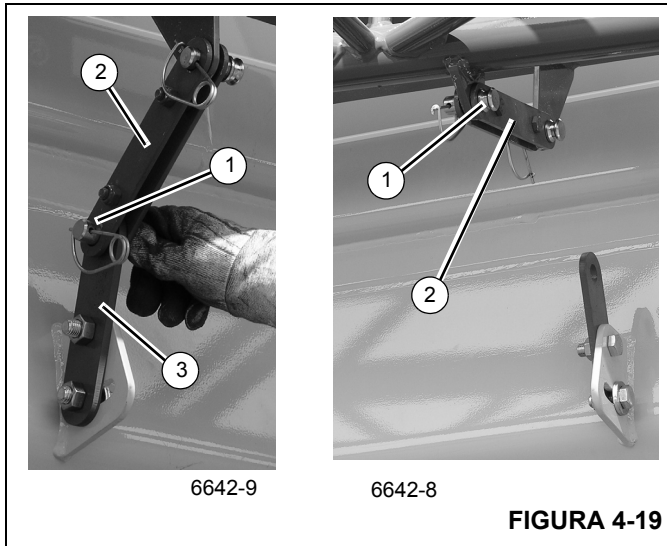
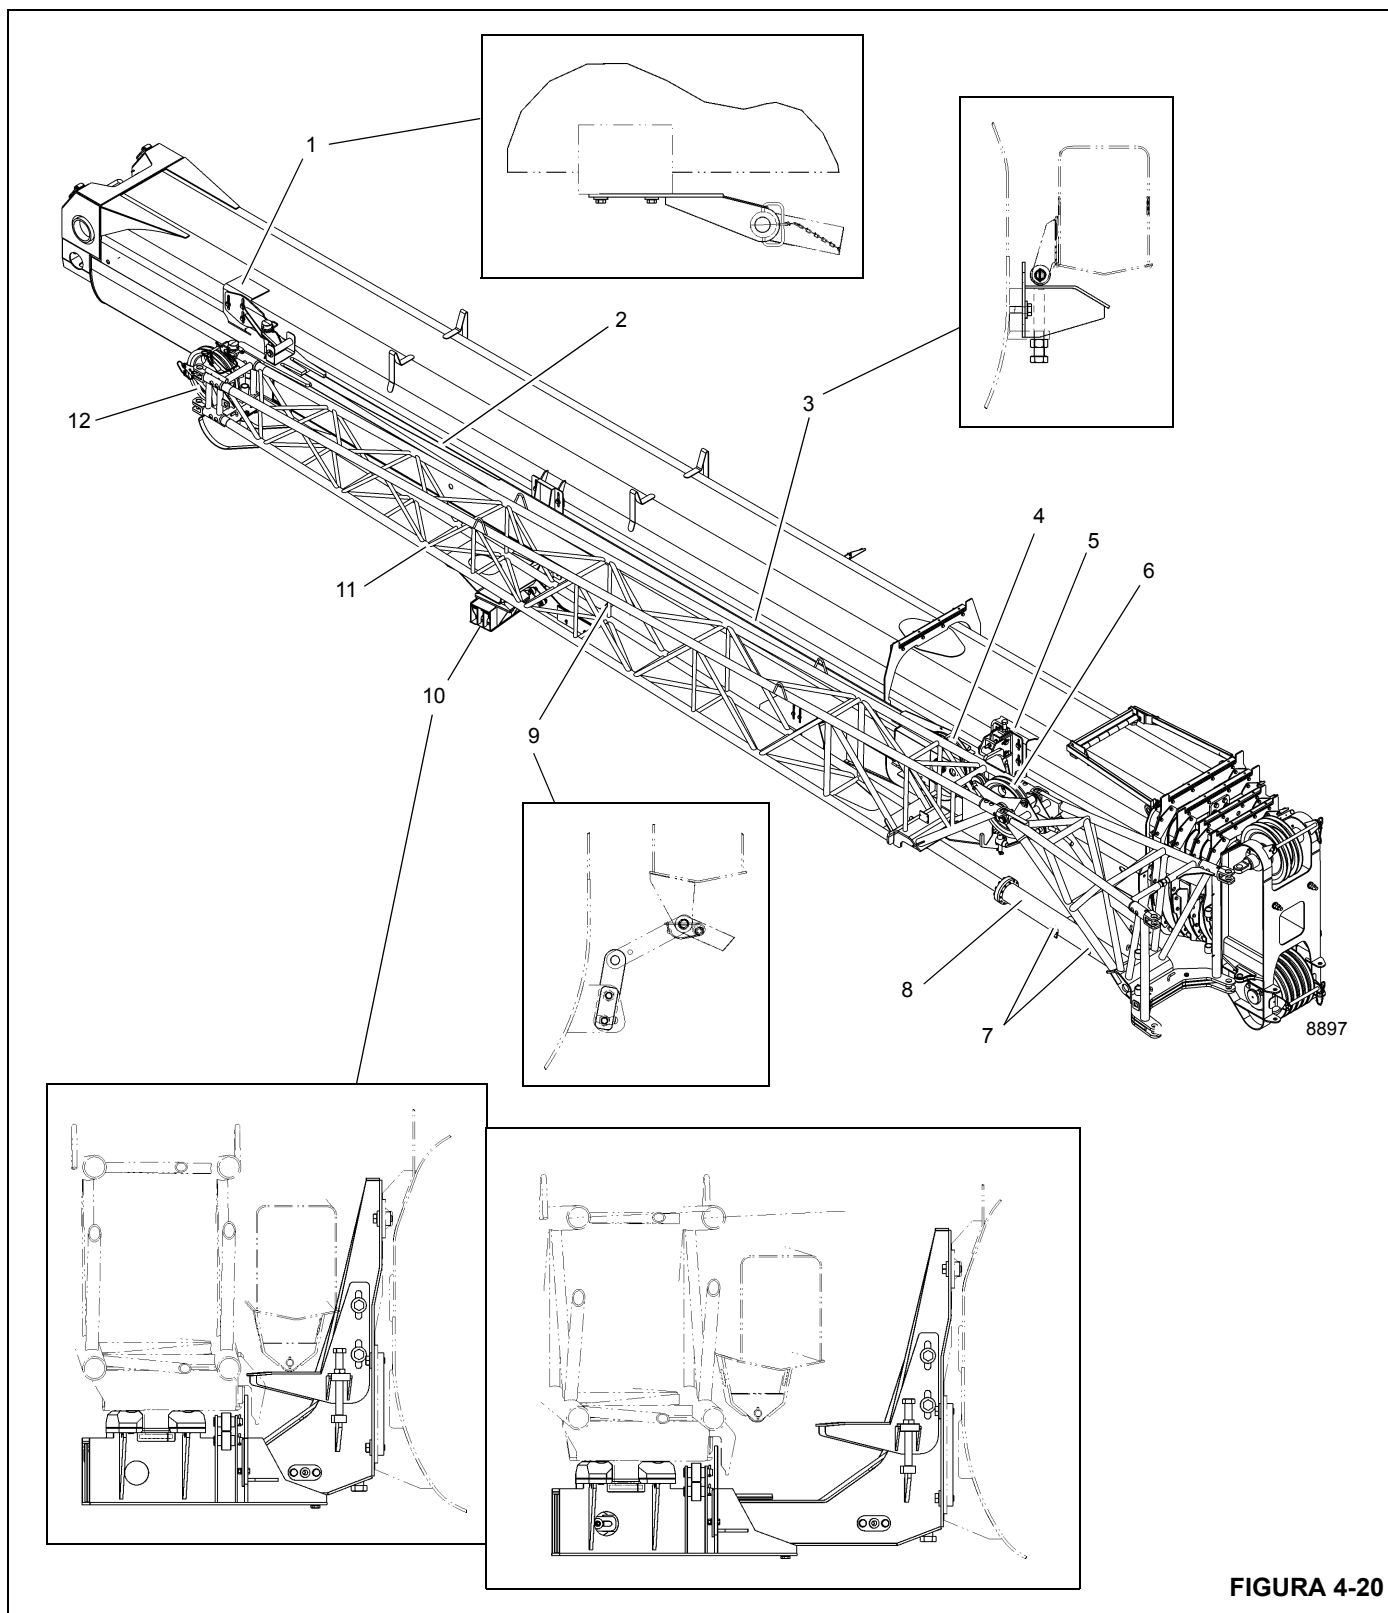

FIGURA 4-19
FIGURA 4-20
Consulte la Figura 4-20.
- c. Retire el pasador de pinza y pasador de retención en la polea de mástil (6, Figura 4-20), luego quite el cable de elevación. Instale nuevamente los pasadores de retención de cable y fíjelos con pasadores de pinza.
- e. Conecte la barra de seguridad (9, Figura 4-20; 1, Figura 4-16) a la barra que fija (2) la sección de base de la extensión de la pluma usando el pasador (3). Fije con la pinza de retención.
14. Extienda la pluma aproximadamente 12 pulg para que las orejetas de almacenamiento de las secciones de base y de extremo de la extensión de la pluma queden alineadas delante de la rampa guía de la escuadra de almacenamiento central (10, Figura 4-20) y de los pasadores de almacenamiento (14, Figura 4-20) en el conjunto de escuadra de almacenamiento delantero (5, Figura 4-20) cuando la extensión de la pluma se coloca a un lado de la base de la pluma.
23. Fije la sección de base de la extensión de la pluma a la escuadra de almacenamiento delantera (5, Figura 4-20) en la base de la pluma, usando un pasador de bloqueo de enganche (13, Figura 4-20). Verifique de que el pasador de bloqueo de enganche se inserte completamente, y luego fíjelo con una pinza de retención.
26. Utilizando el cable fijo del control, retraiga completamente la escuadra de almacenamiento central (10, Figura 4-20).
27. Compruebe que las dos orejetas de almacenamiento en la sección de base de la extensión de la pluma estén totalmente enganchadas con los pasadores (14, Figura 4-20) en la escuadra de almacenamiento delantera (5, Figura 4-20).
28. Fije la sección de extremo de la extensión de la pluma a la escuadra de almacenamiento trasera (1, Figura 4-20) en la base de la pluma con el pasador de fijación.
31. Retire el pasador (1, Figura 4-19) de la barra que fija la base de pluma (3). Mueva la barra de seguridad (10, Figura 4-20; 2, Figura 4-19) a la sección de base de la extensión de la pluma e instale el pasador (1). Fije con la pinza de retención.
FIGURA 4-20 continuación